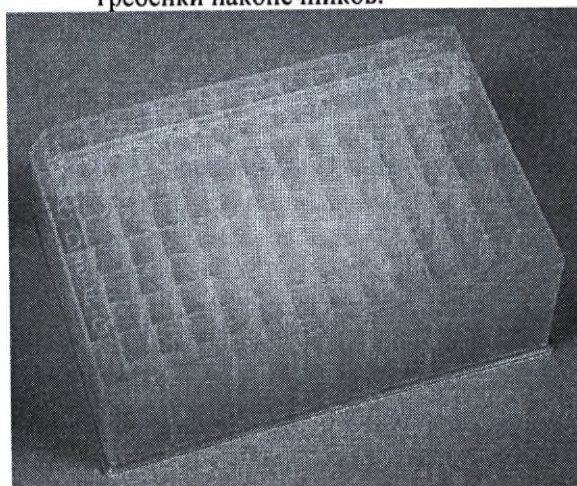

Рисунок 4-24. Установка гребенки с 12 наконечниками к процессору KingFisher Duo
2. Вскройте пластиковую упаковку и установите гребенку наконечников в одном из рядов 96-луночного планшета с глубокими лунками KingFisher (по умолчанию ряд В) (Рисунок 4-24). Для обеспечения должного функционирования устройства не допускайте изгибания гребенки наконечников.